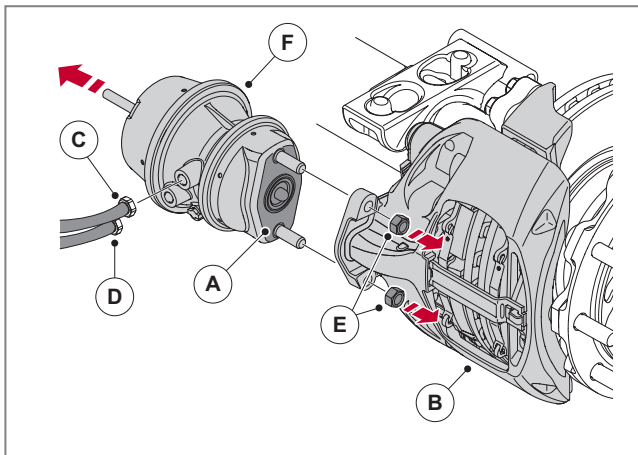

Abb. 44 - Bremszylinderkomponenten demontieren
3. Stellen Sie ggf. sicher, dass der Federspeicherbremszylinder (F) vollständig gelöst und in dieser Position mechanisch gesichert ist, *siehe* ► **Abb. 44**.
4. Sorgen Sie dafür, dass der Bremszylinder (A) drucklos ist.
5. Kennzeichnen und entfernen Sie die Schlauchanschlüsse der Betriebs- (C) und ggf. der Feststellbremse (D).
6. Demontieren Sie die beiden Muttern (E), die dem Bremszylinder als Befestigung dienen. Entfernen Sie den Bremszylinder (A) vom Bremssattel (B).